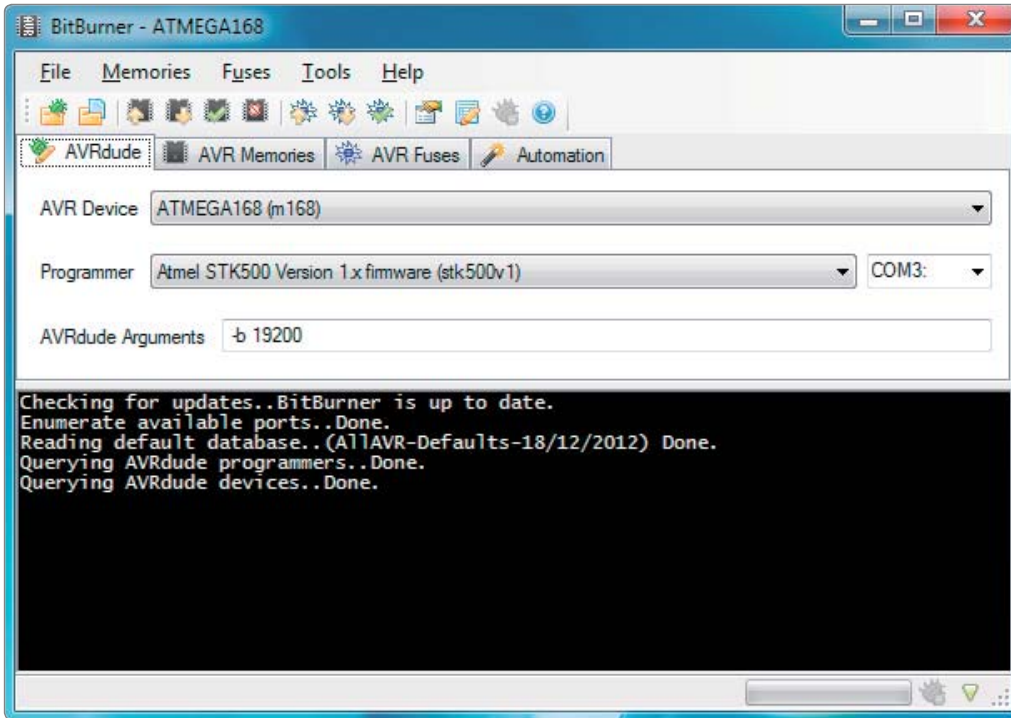
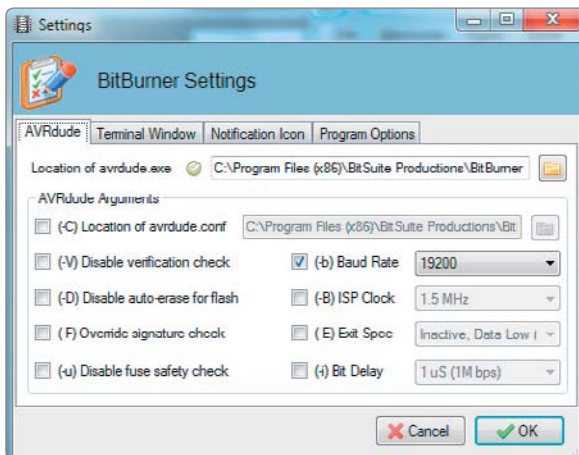

Bild 7: Bitburner: Einstellungen
Bild 8: Einstellen der Baudrate auf 19.200 Bd
- Die Angaben im Feld „AVRdude Arguments“ müssen nicht manuell eingegeben werden, sondern werden durch die Konfiguration unter Tools → Settings im nächsten Schritt automatisch eingetragen (Bild 7)
Bei Tools → Settings muss im Reiter „AVRdude“ die Baudrate auf 19.200 Bd eingestellt werden. Dadurch wird dann automatisch das Argument „-b 19200“ beim Aufruf von AVRdude übergeben, was im Bild 7 im Feld „AVRdude Arguments“ zu sehen ist (Bild 8).